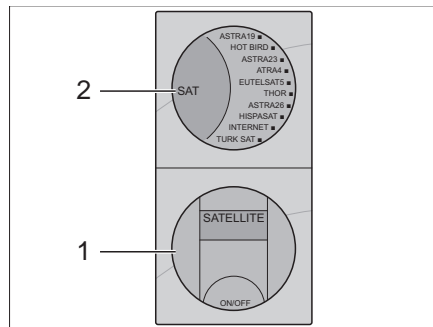

Bild 40 Panel Menü Verbraucher (Variante 2)
- Satellitenanlage über den ON/OFF Knopf (Bild 40,1) einschalten.
- SAT Taste (Bild 40,2) drücken, um einen der 10 gespeicherten Satelliten auszuwählen.
- Taste ON/OFF (Bild 40,1) drücken.